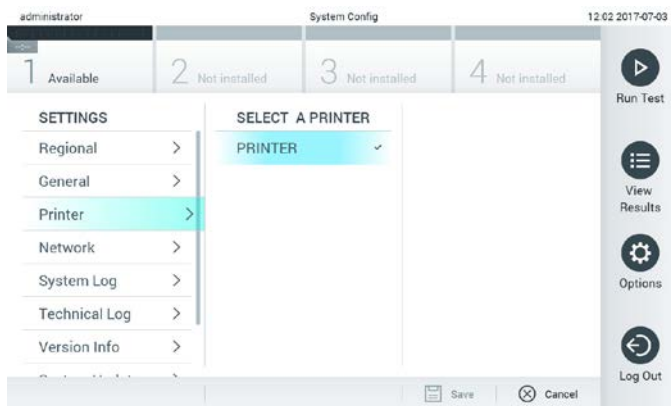

Abbildung 65: Auswahl eines Systemdruckers.
3. Wählen Sie einen Drucker aus der Liste der verfügbaren Drucker aus (Abbildung 65).